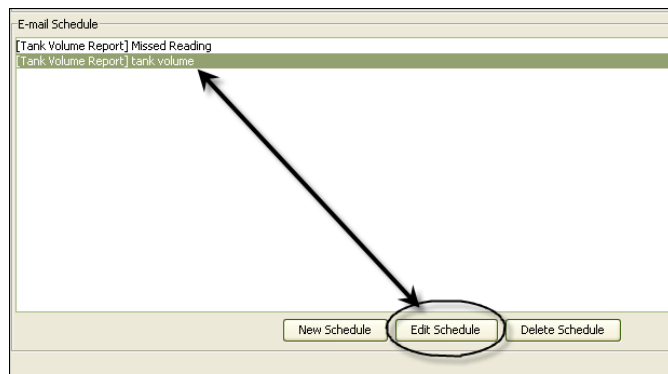

图 145
1. 突出显示您想修改的电子邮件事件，单击 图 145 中所示的“编辑计划”按钮。